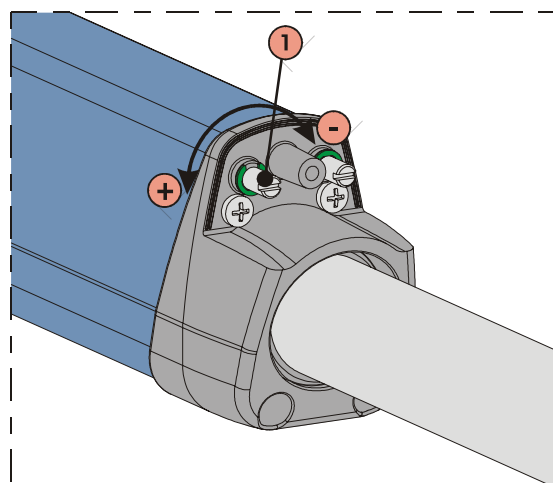

Abb. 21
- 3) Die Einstellung des **Endschalters beim Öffnen FCA** erfolgt durch die Einstellschraube, Abb.21 Bez.1: im Gegenuhrzeigersinn drehen, um den Hub des Schafte zu erhöhen, im Uhrzeigersinn, um den Hub zu verringern.